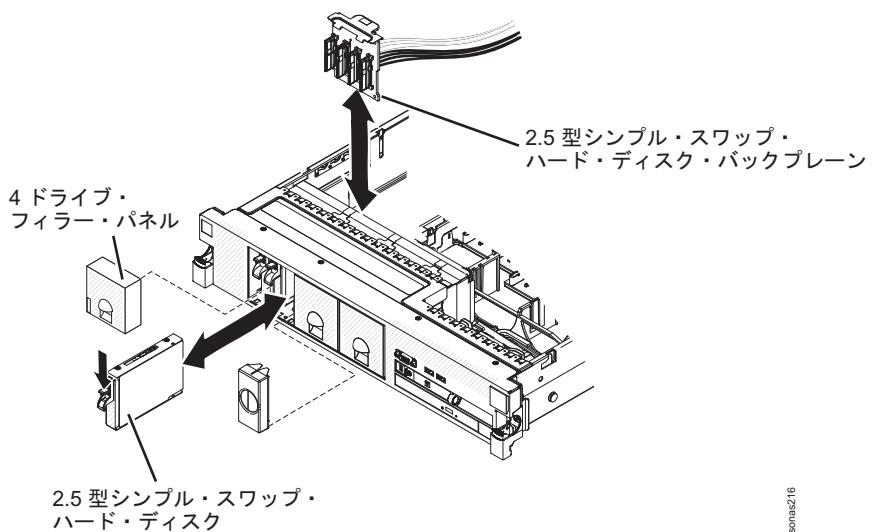

図 39. シンプル・スワップ・ドライブ・アセンブリー
2. 2.5 型シンプル・スワップ・ハード・ディスク・バックプレーンを取り付けます。図 39 を参照してください。
4. 図 39 に示すようにドライブの方向を合わせます。